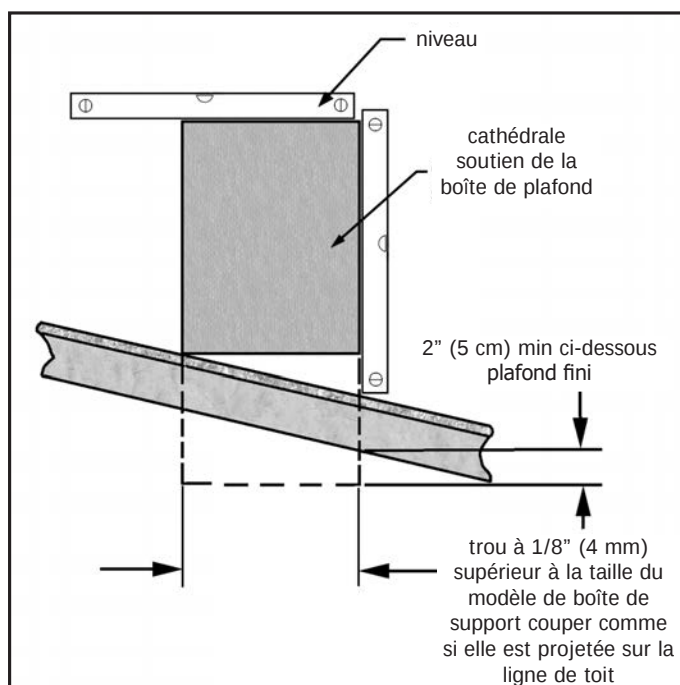

Figure 33: Plafond cathédrale boîte de support de mise à niveau.
4. Abaisser la "boîte de support" à travers le trou dans le toit jusqu'à ce que le fond de la "boîte de support" saillie au moins 2 pouces (5 cm) au-dessous du plafond. Aligner la "boîte de support" à la fois verticalement et horizontalement avec un niveau comme le montre la Figure 33. Temporairement virer la «boîte de support" dans le lieu à travers les murs à l'intérieur et dans le revêtement du toit.